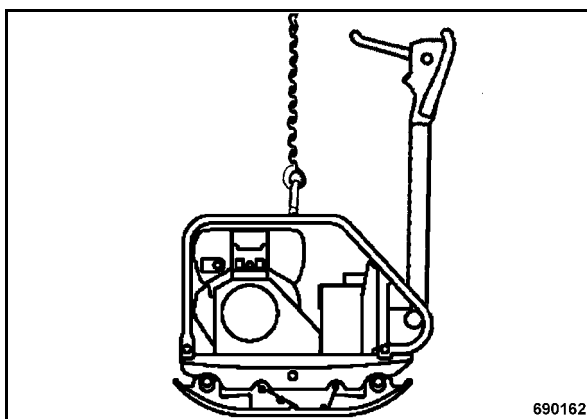

Fig. 30
- Para cargar la bandeja vibradora (Fig. 30) hay que enganchar equipo elevador apropiado en la prevista armella de elevación.